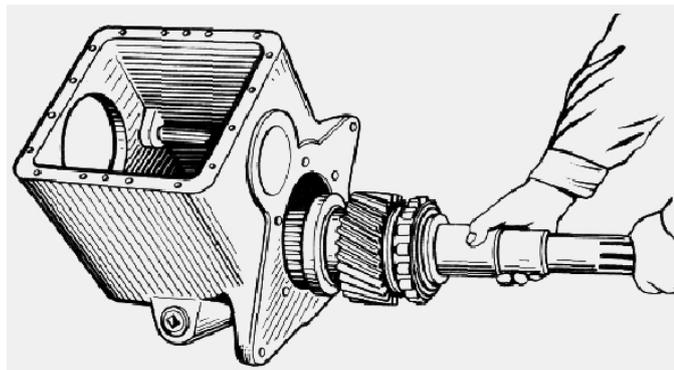

Рис. 16. Извлечение промежуточного вала
28. Вынуть промежуточный вал (рис. 16) из переднего картера с шестерней 64 (см. рис. 9) высшей передачи и втулкой 63 синхронизатора, снять одновременно в полости картера шестерню 90 низшей передачи и синхронизатор 62.